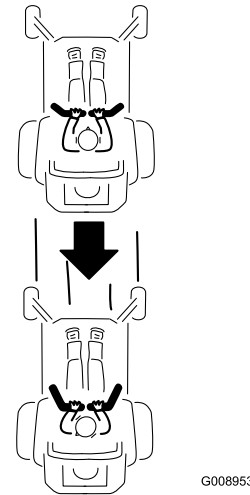

Figure 18
2. Pour faire marche arrière, vérifiez que la voie est libre derrière la machine et sur sa trajectoire tout en tirant lentement les leviers de commande de déplacement en arrière (Figure 18).
Pour vous déplacer en ligne droite, appliquez une pression égale sur les deux leviers de déplacement (Figure 18).